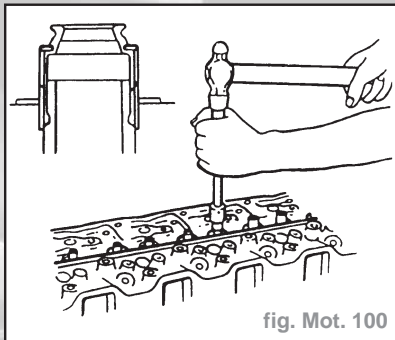

fig. Mot. 100
- Monter des joints de queue de soupape neufs, utiliser **KM-J-38537** (fig. Mot. 100).